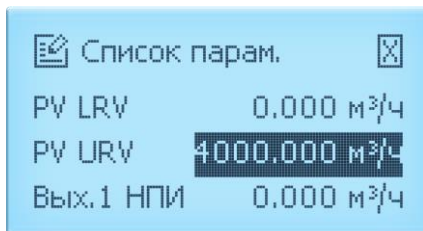
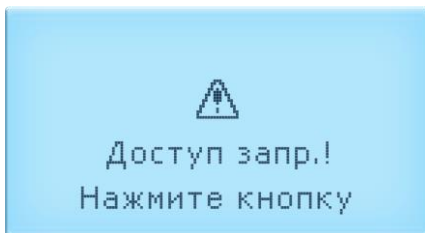
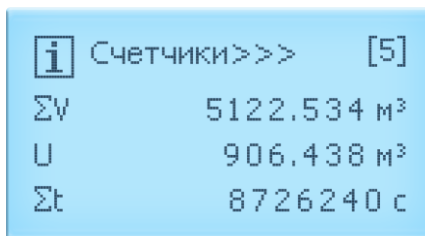

Рисунок 2.11 – Меню ЭЛЕМЕР-РЭМ-2 с ВПР-02Н
Рисунок 2.14
Рисунок 2.18 – Экран № 5 «Счетчики»
- нажать кнопку «↶». На индикаторе ЭЛЕМЕР-РЭМ-2 появится окно «Список парам.», в котором возможен просмотр значений параметров конфигурации (рисунок 2.11).
Если пароль набран неправильно, то на индикаторе появится сообщение «Доступ запр.! Нажмите кнопку» (рисунок 2.14). После нажатия любой кнопки произойдет возврат к окну «Список парам.» (рисунок 2.11).
2.5.2.3 Для возврата к экрану № 8 «Настройки» из окна «Список парам.» (рисунок 2.11)
- ↩ - подтверждение выбранного значения с последующим переходом к окну «Список парам.» (рисунок 2.11).
Для возврата к окну «Список парам.» (рисунок 2.11) без сохранения изменений:
- ↵ - подтверждение ввода с последующим переходом к окну «Список парам.» (рисунок 2.11);
- X - возврат к окну «Список парам.» (рисунок 2.11) без сохранения изменений.
2.5.7.1 При выборе экрана №5 «Счетчики» (рисунок 2.18) возможен просмотр и переход к сбросу пользовательских счетчиков:
2.5.7.4 Если пароль набран неправильно, то на индикаторе появится сообщение «Доступ запр.! Нажмите кнопку» (рисунок 2.14). После нажатия любой кнопки произойдет возврат к экрану № 5 «Счетчики» (рисунок 2.18).